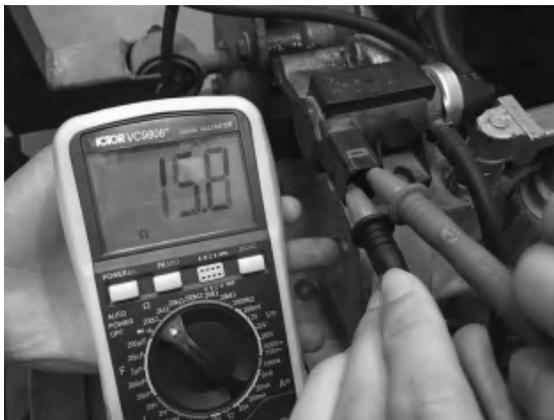

图 4-6 测量转换阀触点之间的电阻
- ①拆下发动机罩，拆下与进气歧管连接管处的进气冷却管的连接软管。
- ②启动发动机，怠速运行。
- ③关闭发动机，由另一人观察进气歧管翻板位置，关闭点火开关后进气歧管翻板必须关闭，约 3 s 后需再次打开。
- ④如果转换阀未起作用，则继续执行后面检查。
- ⑤检查翻板转换机构是否活动自如，用手操作连杆进行检查。
- ⑥用手提式真空泵检查真空定位元件的功能。
- ⑦检查真空管路的连接是否正确。
- ⑧如在机械部件中未发现故障，检查进气歧管翻板转换阀（N235）。
- ⑨拔掉可变进气歧管翻板转换阀插头，测量转换阀触点之间的电阻规定值（15~45 Ω ）参见图 4-6。室温下，电阻值位于下限区域，而工作温度下，则在上限区域。